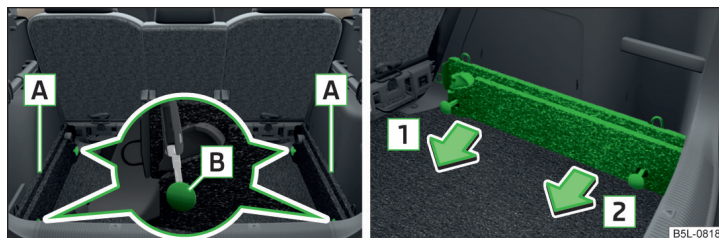

Fig. 111 Eliberarea punctelor de asigurare/Scoaterea șinelor
- Slăbiți punctele de asigurare **B** » fig. 111 ale șinelor portante, cu cheia, respectiv cu o șurubelniță plată.
- Pe fiecare șină, apăsați ambele puncte de asigurare **B** » fig. 111, până la limită.